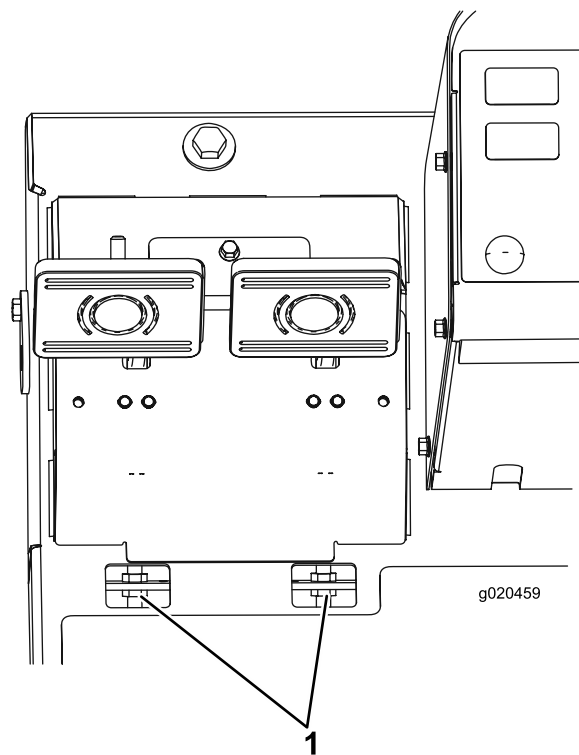

Figura 71
B. Desaperte a porca dianteira na extremidade roscada do cabo do travão (Figura 71).